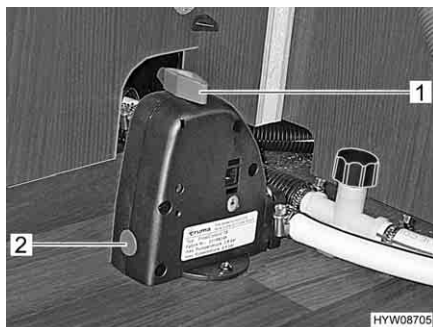

Fig. 164 Valvola di sicurezza/di scarico del boiler
Il boiler è dotato di una valvola di sicurezza/di scarico (Fig. 164). La valvola di sicurezza/di scarico impedisce che l'acqua congeli nel boiler in presenza di basse temperature esterne, quando il riscaldamento dell'autocaravan non è acceso.
- Chiudere la valvola di sicurezza/di scarico. A tal fine ruotare la manopola (Fig. 164,1) verticalmente rispetto alla valvola di sicurezza/di scarico e premere verso l'interno il bottone automatico (Fig. 164,2).
- Aprire la valvola di sicurezza/di scarico. A tal fine ruotare la manopola (Fig. 164,1) nel senso della lunghezza della valvola di sicurezza/di scarico. Il bottone automatico (Fig. 164,2) scatta all'infuori. Il boiler viene svuotato verso l'esterno tramite la valvola di sicurezza/di scarico.